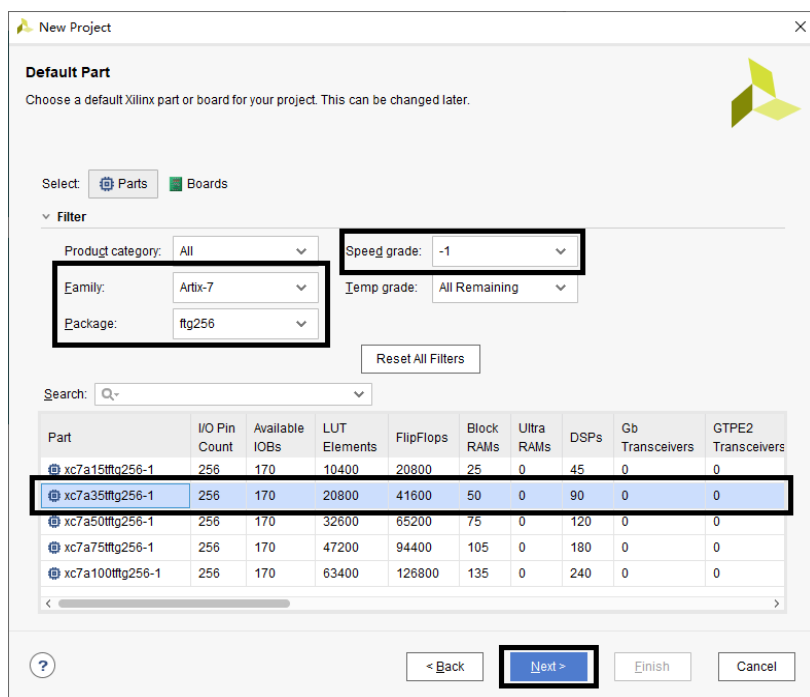

图 1-5 器件选型
(5). 在 Default Part 窗口中, 选择目标 FPGA 器件型号, 如图 1-5 所示。根据远程硬件平台上的 FPGA 型号 (xc7a35tftg256-1), 在 Family 下拉菜单中选择 Artix, Package 下拉菜单中选择 ftg256, Speed 下拉菜单选择 -1。然后, 在下面的列表中选择 xc7a35tftg256-1, 点击 Next, 进入下一步。